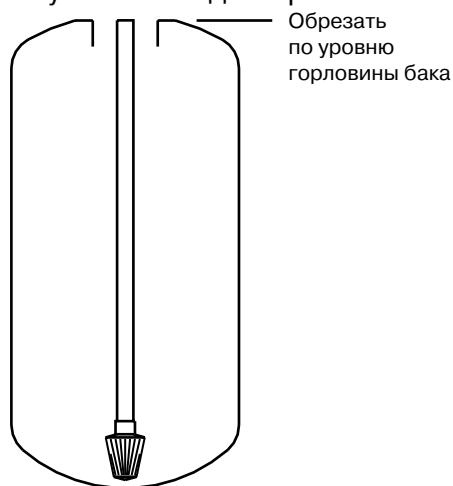

Рис. 2. Обрезка трубы дистрибьютора
2. Установите и отцентрируйте распределительную трубу с корзиной в корпусе установки (рис. 2,3). Если в конструкции используется лучевая распределительная система, соберите ее внутри корпуса. Внимание: Не надавливайте на распределительную трубку во избежание поломки корзины.
3. Обрежьте трубу дистрибьютора в соответствии с рис. 2. При использовании адаптера 4"x2,5" (корпуса с горловиной 4') для установки управляющего клапана указанный размер отсчитывается после установки адаптера.